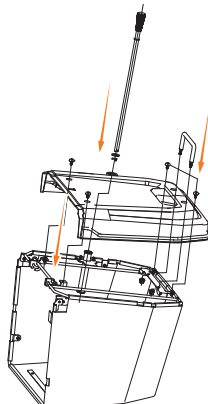

Рис. 5
- Установите крышку травосборника, рукоятку и рычаг для опорожнения на собранный каркас (Рис. 5).